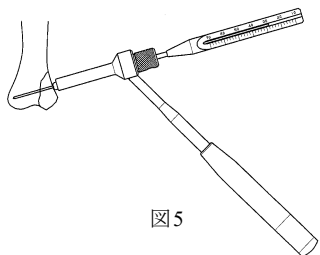
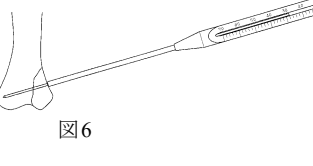

図5
図6
- 3) 経皮的挿入器の1.3 ガイドピンスリーブを取り外します。1.3 ガイドピンデプスゲージを挿入し, 挿入深さを計測します (図5)。1.3 ガイドピン用ガイド (S) を用いる場合は, 1.3 ガイドピンに1.3 ガイドピンデプスゲージを挿入し, 挿入深さを計測します (図6)。この深さは実測値で計測されます。